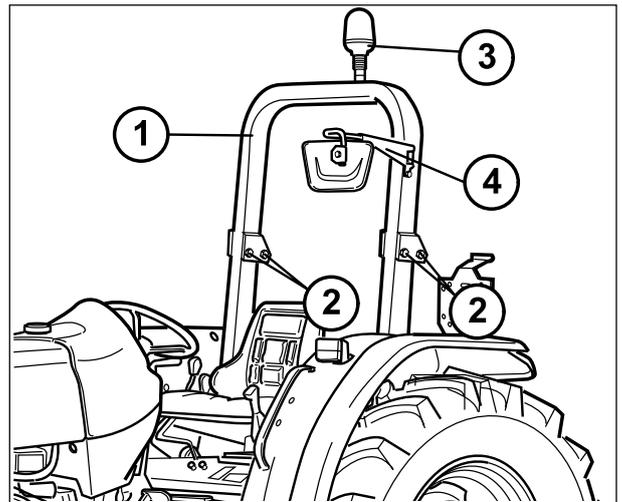
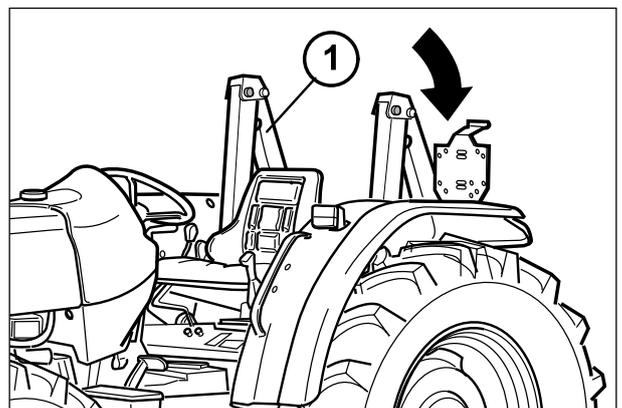

Fig.4-29
Fig.4-30
O tractor deve ser utilizado somente com a estrutura de protecção levantada na posição vertical (Fig.4-29).
Se para os serviços de manutenção no tractor ou para atravessar ou estacionar o tractor em espaços baixos for necessário reclinarmos a parte superior do arco de segurança, lembre-se de que, nesta condição, não há protecção anticapotamento suficiente para o condutor do tractor, com sérios riscos para a sua segurança física. Consequentemente, depois do emprego em espaços baixos, é absolutamente necessário recolocar o arco de segurança na posição de protecção (Fig.4-29) antes de recomeçar qualquer trabalho.
Se for indispensável, pelas razões acima expostas, reclinarmos a parte superior da estrutura de protecção, proceda da seguinte maneira (Fig.4-29 e Fig.4-30):
- Tire a lâmpada rotativa (4).
- Tire o retrovisor (5).
- Tire os parafusos (2) de fixação.
- Rebata o arco superior (1) para trás, até o apoiar na trava de borracha (3).
- Recoloque os parafusos com as respectivas porcas (2) nas suas sedes.
- Antes de utilizar o tractor em qualquer condição de trabalho, recolocar a estrutura de protecção (1) na posição vertical (Fig.4-29) efectuando as operações acima descritas na ordem inversa. Aperte os parafusos e as porcas de fixação (2) a 150 Nm.
- Reinstale a lâmpada rotativa (4).
- Reinstale o retrovisor (5).